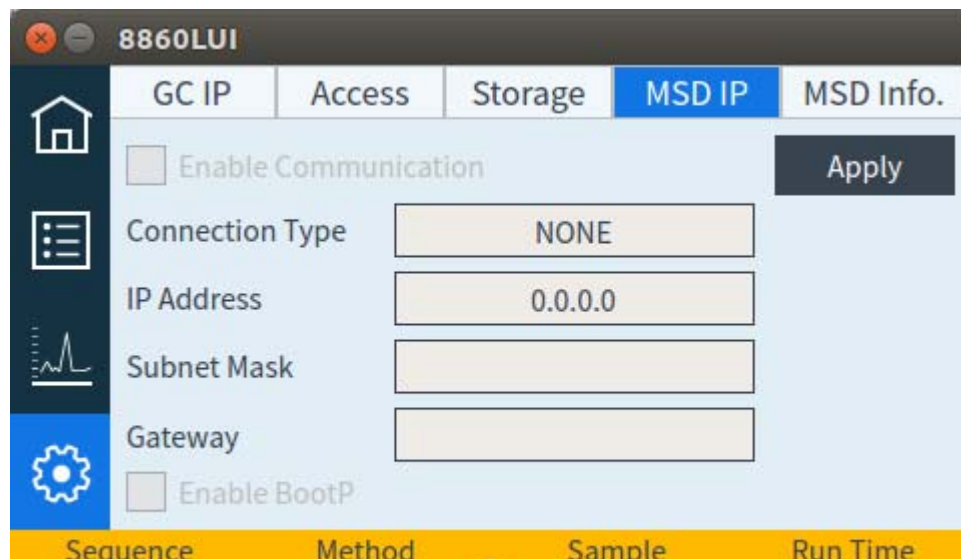

Abbildung 14. Seite „Detector MSD settings“ (Detektor-MDS-Einstellungen)
- 1 Wählen Sie auf dem Touchscreen die Einstellungsseite und dann die Registerkarte für die MSD-Konfiguration. Siehe „**Abbildung 14**“.